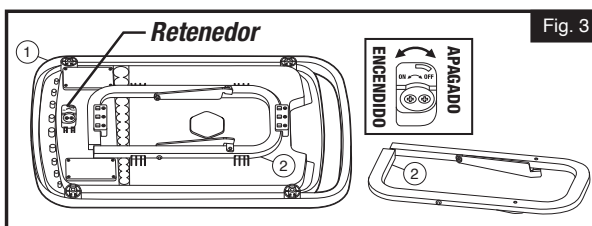

Fig. 3
5. Retire el marco de la bandeja de herramientas (2) de la parte inferior de la bandeja de herramientas (1) girando el retén hacia la posición "ENCENDIDO" y deslizando el marco de la bandeja de herramientas hacia fuera. (Fig. 3)